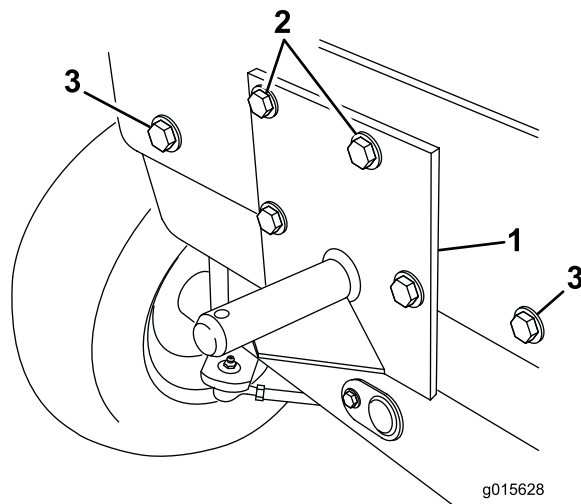

Figura 14
6. Posicione o suporte do depósito de recolha traseiro no chassi traseiro, conforme indicado na Figura 14, enquanto estiver a alinhar os 2 orifícios de montagem inferiores com os orifícios na estrutura. Usando o suporte como guia, localize, marque e fure os 2 orifícios restantes (9/16 pol.) na estrutura traseira.
7. Nos modelos 30343 e 30344 com números de série 260000001 e superiores, instale 2 parafusos (1/2 x 1-1/4 pol.) (do kit) e 2 conjuntos anteriormente retirados de anilhas de bloqueio (1/2 pol.) e anilhas de cabeça chata (1/2 pol.) nos orifícios da estrutura exteriores para fixar o peso interior (Figura 14).
8. Nas unidades de tração com números de série 250000001 a 259999999, monte a parte superior do suporte do depósito de recolha traseiro na estrutura utilizando 2 parafusos (1/2 x 1-1/4 pol.), correia de montagem e 2 porcas de bloqueio (1/2 pol.) (Figura 14).
9. Nas unidades de tração com números de série 260000001 e superiores, monte a parte superior do suporte do depósito de recolha traseiro na estrutura utilizando 2 parafusos (1/2 x 3 pol.), correia de montagem, 2 anilhas de cabeça chata (1/2 pol.) e 2 porcas de bloqueio (1/2 pol.) como se mostra na Figura 14.